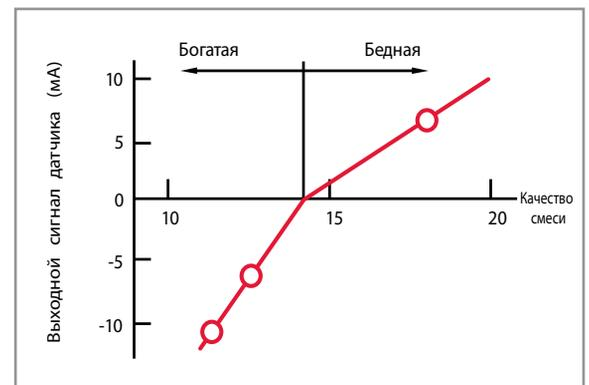

Рис. 7: Выходной сигнал датчика воздух/топливо
- > **Датчик воздух/топливо** выдает сигнал в виде тока величиной в пределах от -10 мА до +10 мА, который имеет постоянное значение, пропорциональное соотношению топлива и воздуха в смеси (Рис. 7).